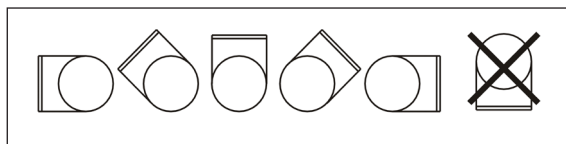

fig. 1
3. Montera värmaren i horisontell eller vertikal kanal i ett tillåtet monteringsläge enligt *fig 1*.